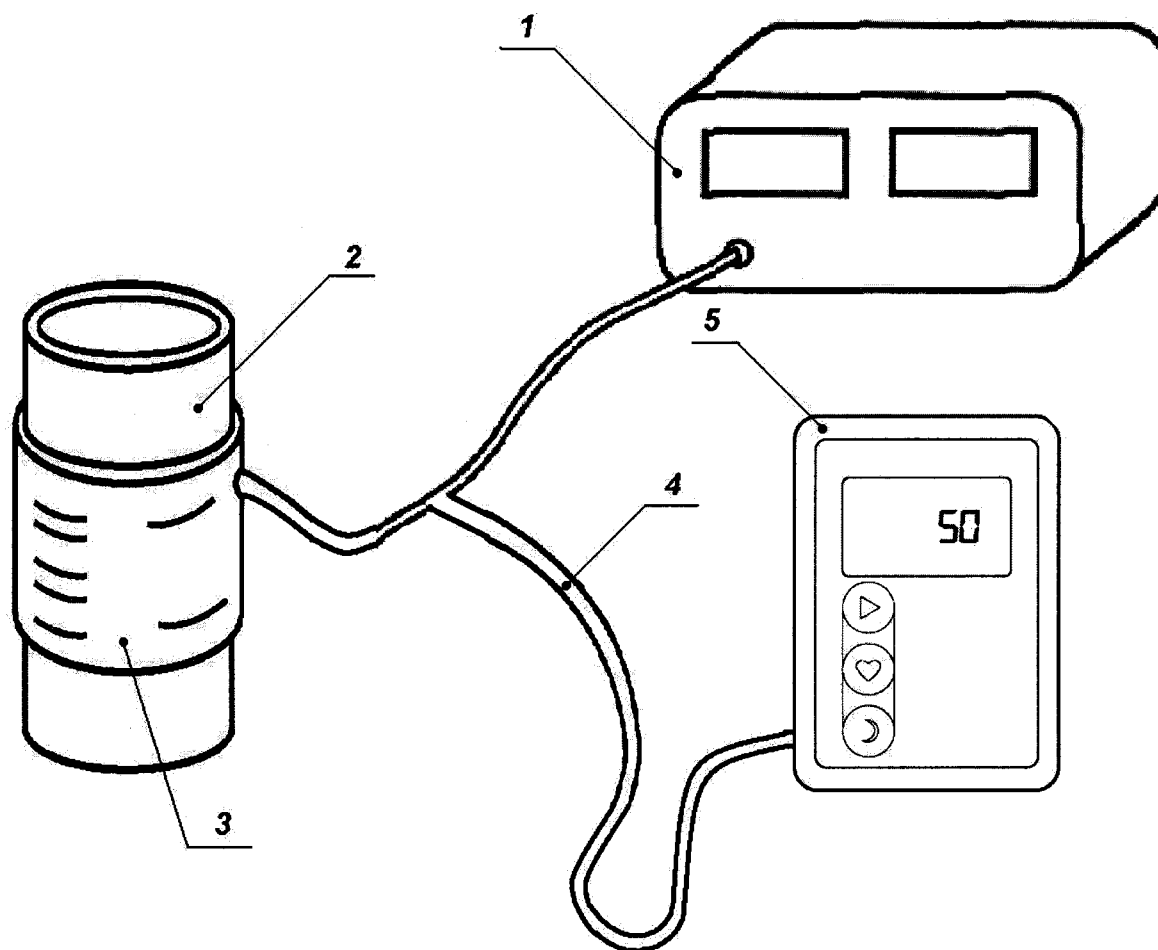

Рисунок 6 – Пневматическая схема для определения скорости утечки воздуха в системе
6.4.3.1 Собирают пневматическую схему для поверки (рис. 6), которая состоит из: